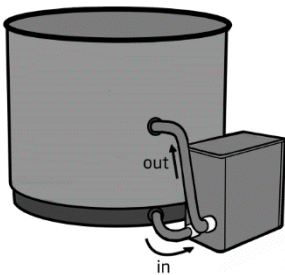

Bild 3 - Exempelkoppling till badtunna
2. Öppna den manuella luftningsventilen några varv (Bild 3).